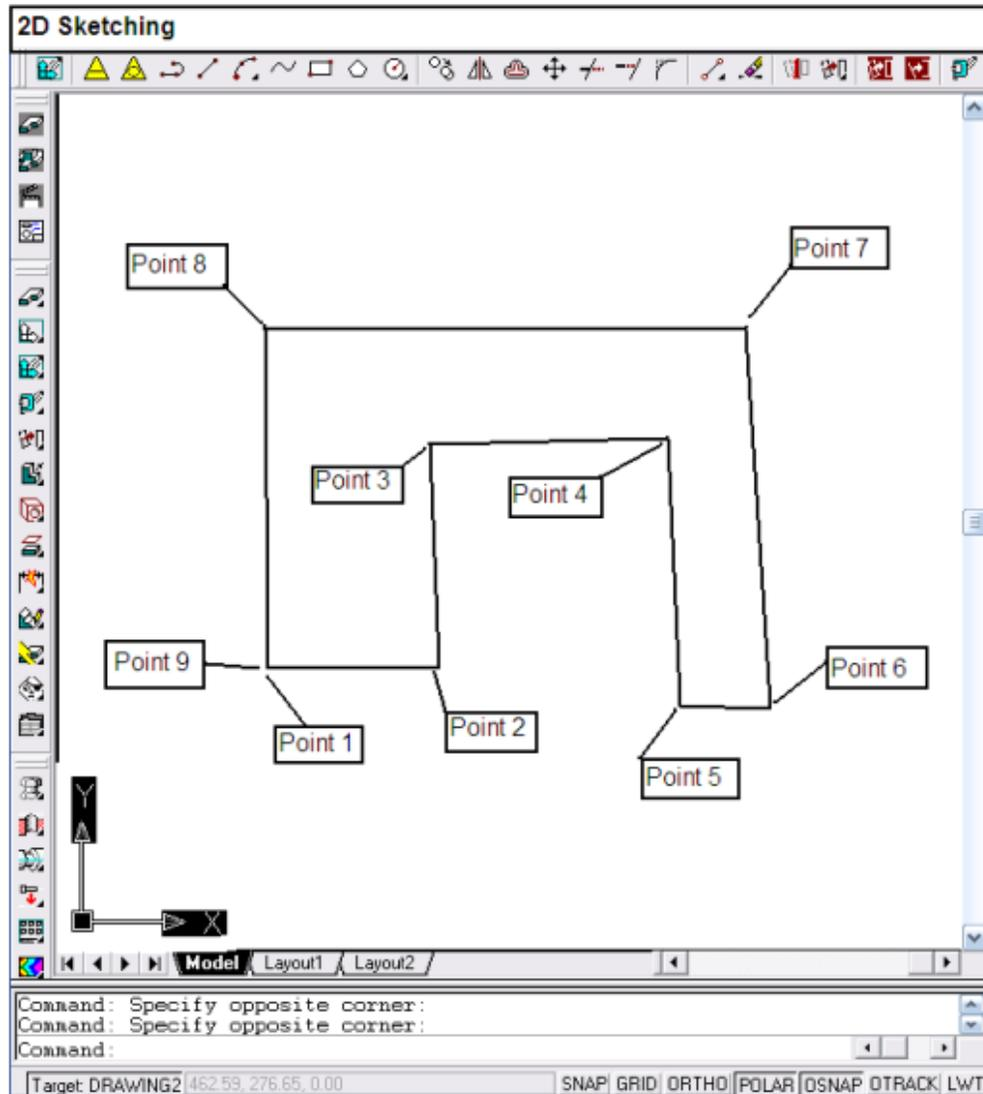

Figura 22
7. Con el mouse selecciona el icono *línea* dando un clic con el botón izquierdo, (Nota que un breve descripción del icono aparece cuando sitúas el puntero sobre el) y realiza un dibujo empezando en el punto 1 y terminando en el punto 9, como lo muestra la figura. Nota. No es necesario que las líneas sean totalmente verticales u horizontales como se muestra en la *figura 22*.